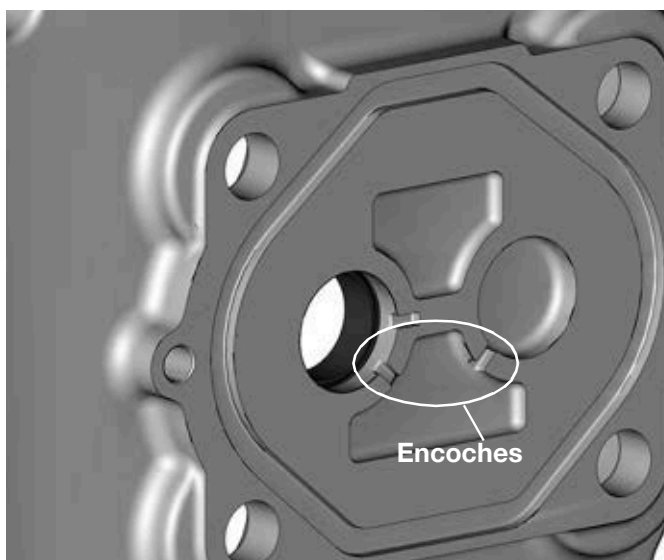
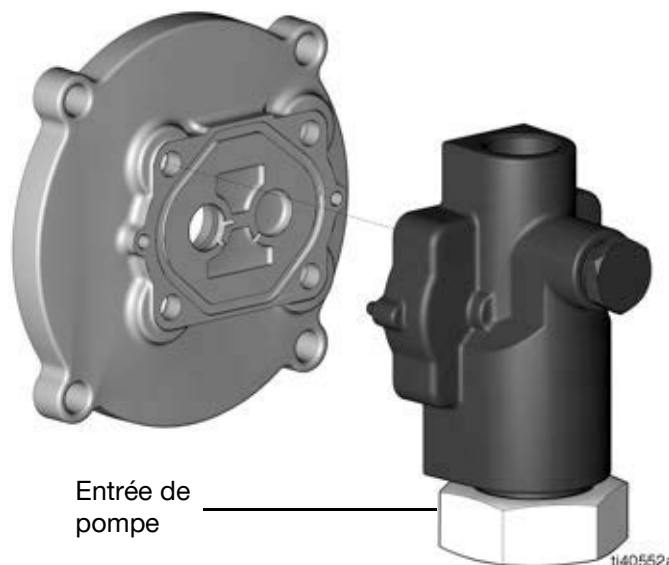

FIG. 12
FIG. 13
3. Positionnez la plaque d'adaptateur sur le boîtier de pompe afin que les encoches soient orientées vers l'entrée de pompe (FIG. 12 et FIG. 13).